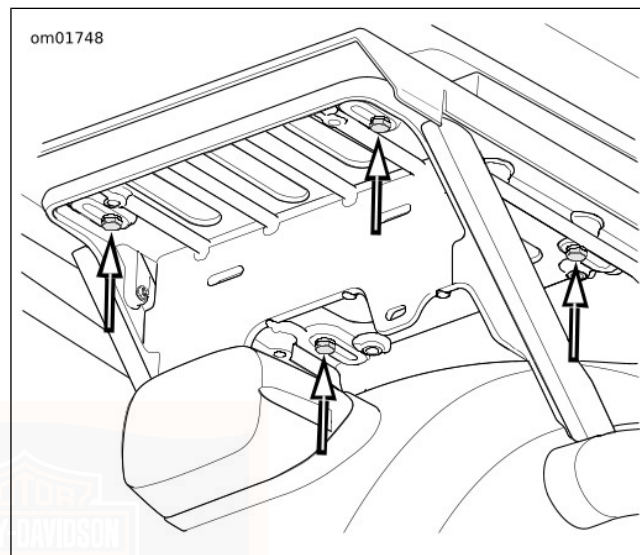

Figure 46. Vis de support du Tour-Pak (modèles APC)
1. Voir Figure 46 . Retirer les quatre écrous qui fixent l'attache du Tour-Pak au support.